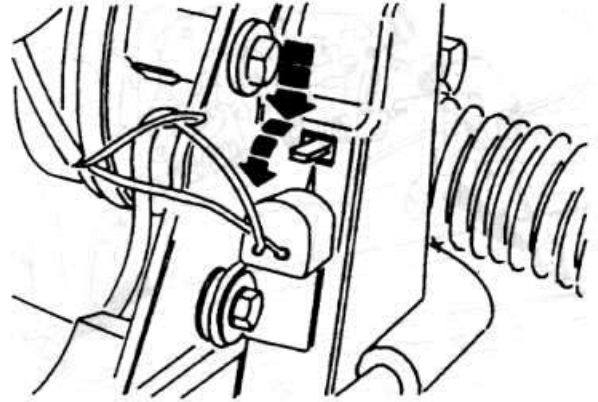

Рис. 6.23
- ♦ Снимите выключатель регулировочного узла (с левой стороны), приводимого зубчатым ремнем, а также снимите крышку ременной передачи (рис. 6.23).